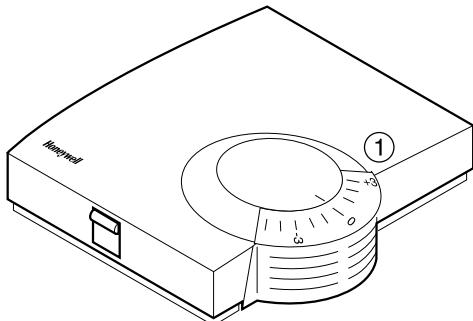

Figur 4: Sæt kabinetet på
- ▶ Sæt kabinetet på foroven, og bring det i indgreb forneden (se Figur 4).
- Sæt kabinetet på foroven, og bring det i indgreb forneden (se Figur 4).